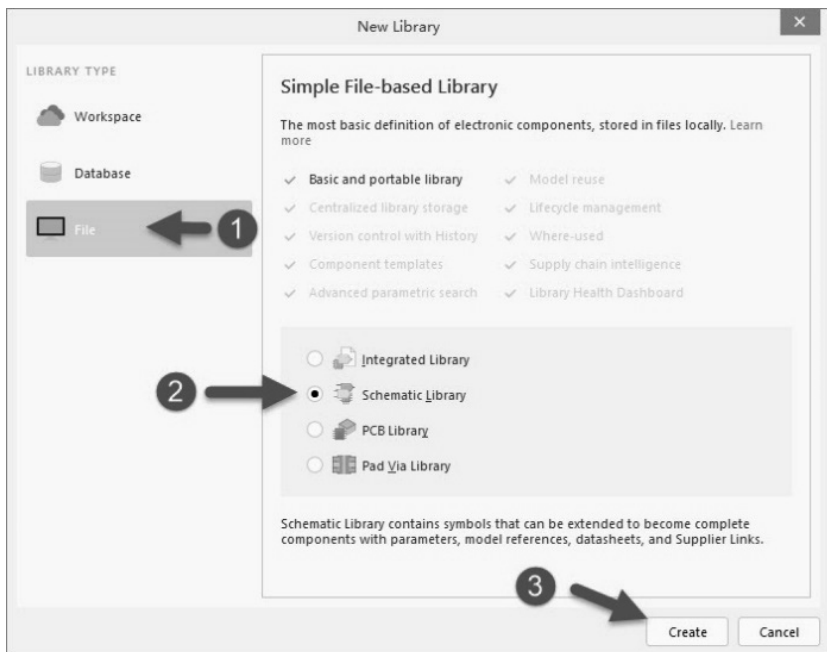

图 3-13 新建原理图库文件
① 执行菜单栏中“文件”→“新的”→“库”命令。在弹出的 New Library 对话框中选择 File 选项卡，并點選 Schematic Library，单击 Create 按钮，如图 3-13 所示。启动原理图库文件编辑器，并创建一个新的原理图库文件，命名为 Leonardo.SchLib。
② 为新建的原理图符号命名。